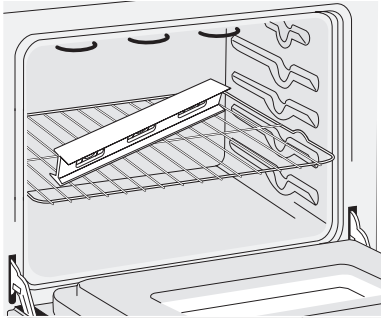

Figure 8
L'installation typique d'un four encastré électrique sous le comptoir est présentée à la figure 8.
2. Déposez un niveau à bulle sur la grille (voir la figure 8). Prenez 2 lectures en plaçant le niveau en diagonale dans une direction, puis dans l'autre direction. Utilisez des entretoises de bois sous le four encastré pour niveler si nécessaire.